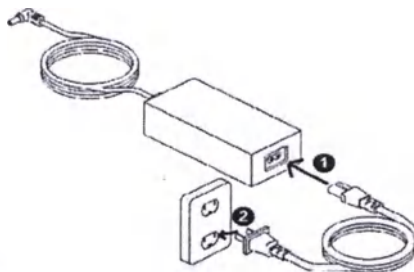

Рисунок 6.2.1 – Подключение вилки сетевого кабеля
2. Подключите вилку сетевого кабеля к электрической розетке, которая не управляется с помощью настенного выключателя (рис.6.2.1).